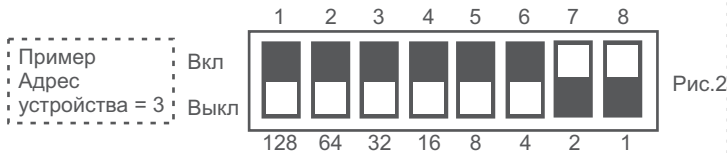

Рис.2
2. С помощью DIP переключателей установите адрес прибора (пример на Рис. 2).